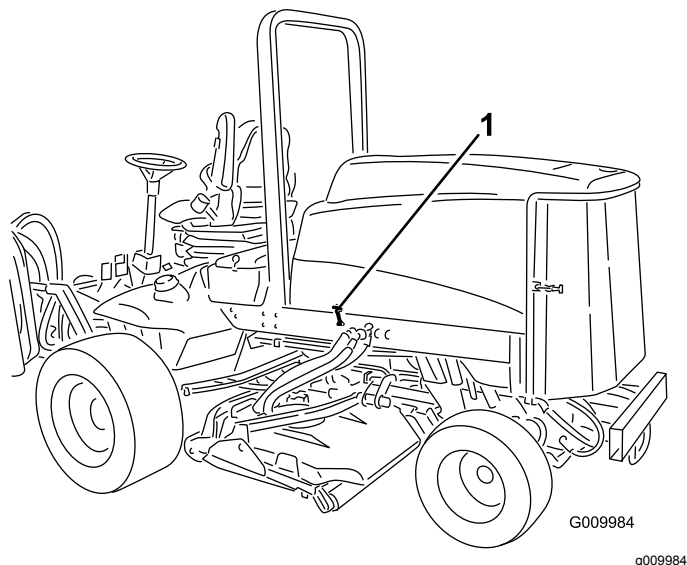

Figure 20
1. Déverrouillez le capot (Figure 20) et faites-le pivoter pour l'ouvrir.